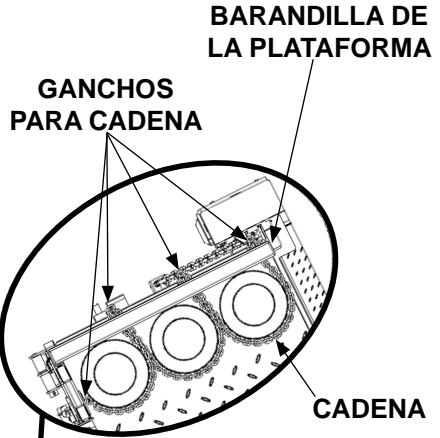
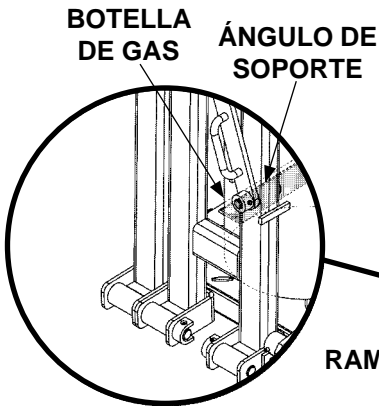

FIG. 17-1A
FIG. 17-1B
2. Mueva la carga a través de la rampa (FIG. 17-1) hacia la plataforma, pero nunca eleve ni recargue cargas en la rampa. Asegúrese de que las botellas de as descansen contra la barandilla de la plataforma (FIG. 17-1A) y el ángulo de soporte (FIG. 17-1B).
3. Pase la cadena alrededor de cada botella de gas y engánchelas a la barandilla de la plataforma como se muestra en la FIG. 17-1B. Si permanecerá de pie en la plataforma, colóquese en el área marcada con el par de huellas (FIG. 17-1) y obedezca la ADVERTENCIA anterior.
3. Desenganche la cadena de la barandilla de la plataforma como se muestra en la **FIG. 17-1A**. Deslice la carga hacia el vehículo cuidadosamente (**FIG. 19-1**).